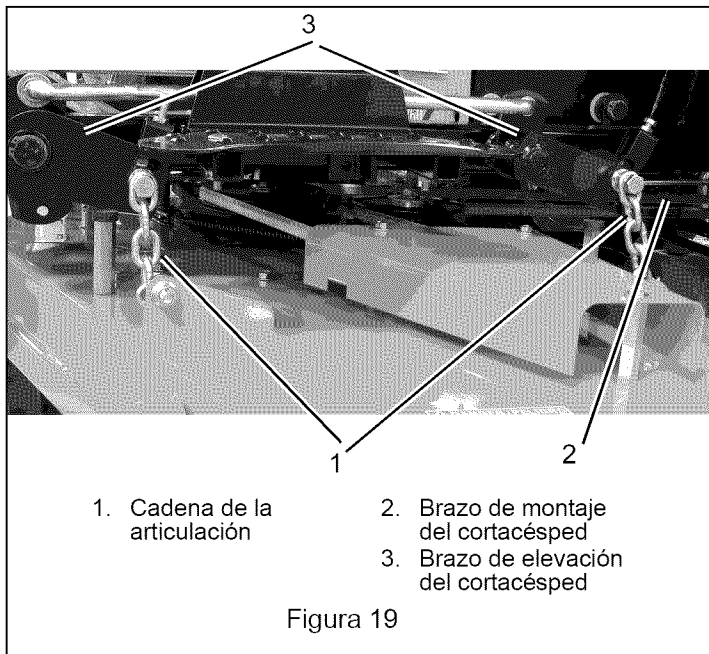

Figura 19
3. Extraiga las cadenas de articulación de los brazos de elevación del cortacésped (Figura 19).